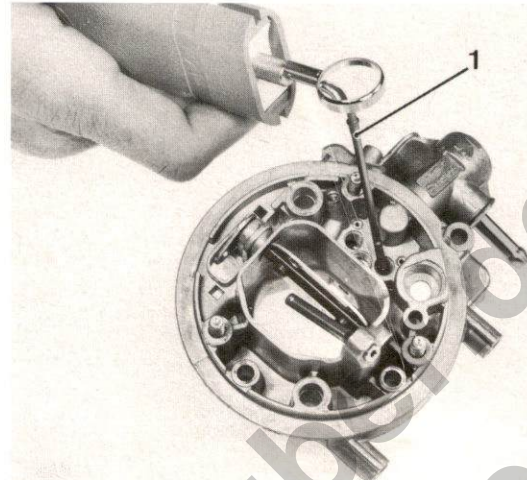

Abb. 20
- Kontrollieren, dass die Dichtsitze der Leerlauf- und Hauptdüse keine Beschädigung aufweisen. Kontrolle kann mittels Weber-Lehre Best.-Nr. 98.016.150 (**Abb. 20**) vorgenommen werden.